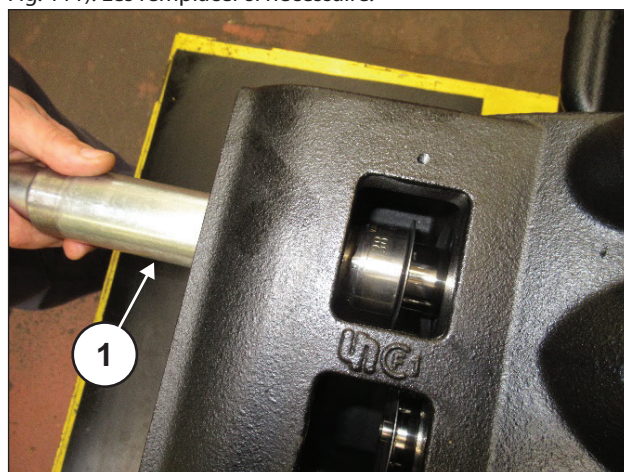
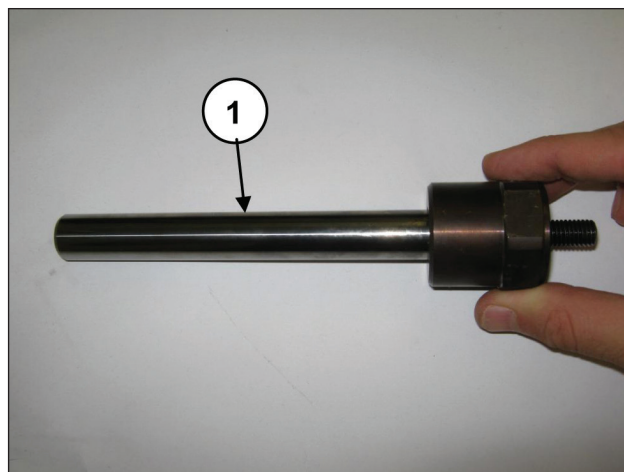

Fig. 110
Fig. 111
Déposer les pistons à l'aide de l'outil approprié (réf. 25047400), (rep. ①, Fig. 110) et contrôler leur état d'usure (rep. ①, Fig. 111). Les remplacer si nécessaire.